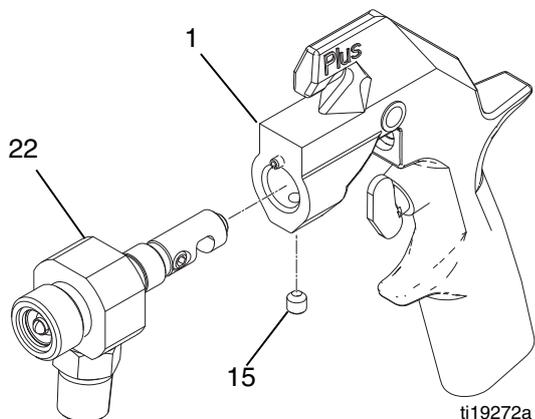

FIG. 8
5. Allentare la vite di regolazione (15) e rimuovere l'involucro del fluido (22) dal corpo della pistola (1). Vedere la FIG. 8.